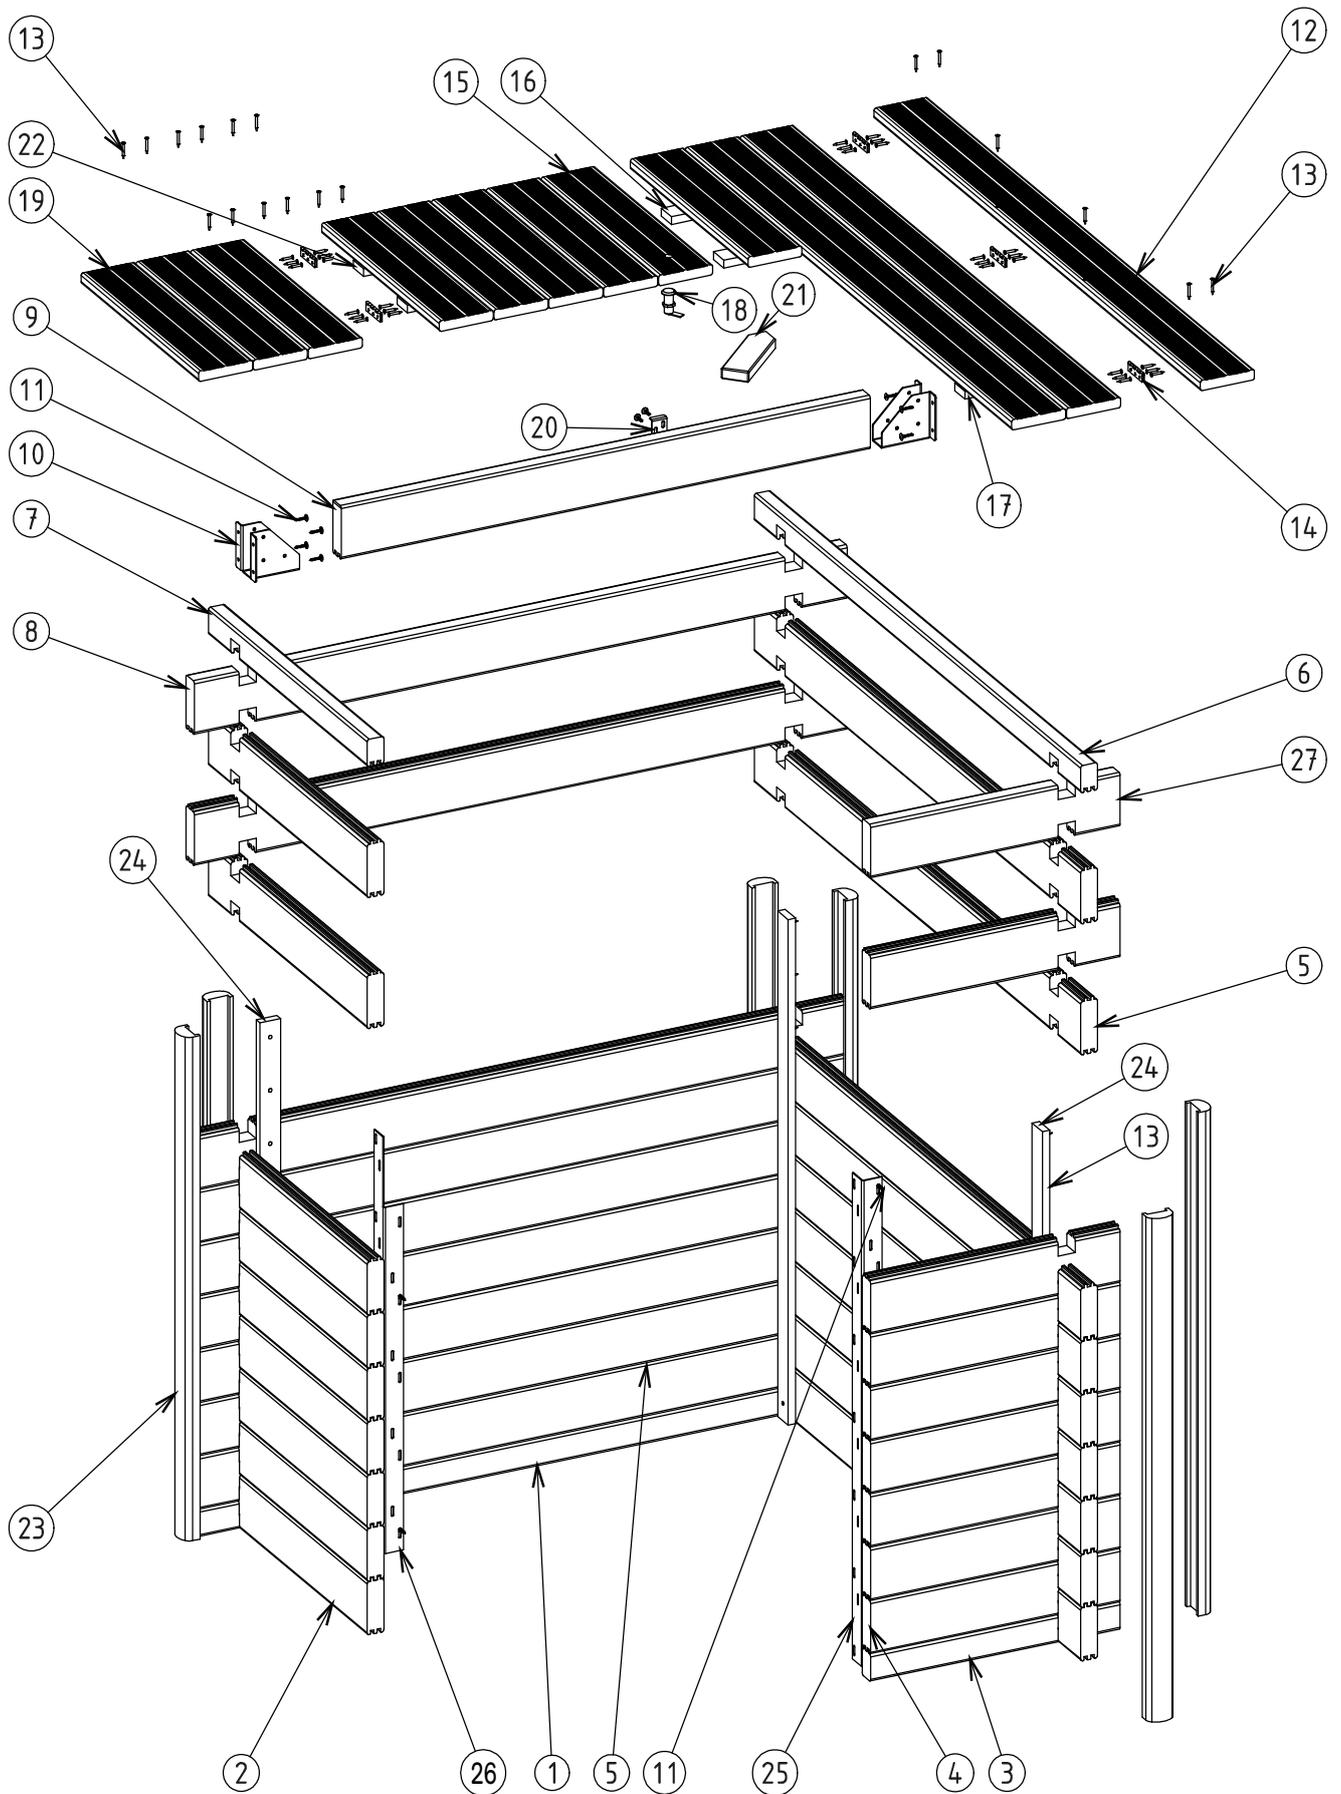
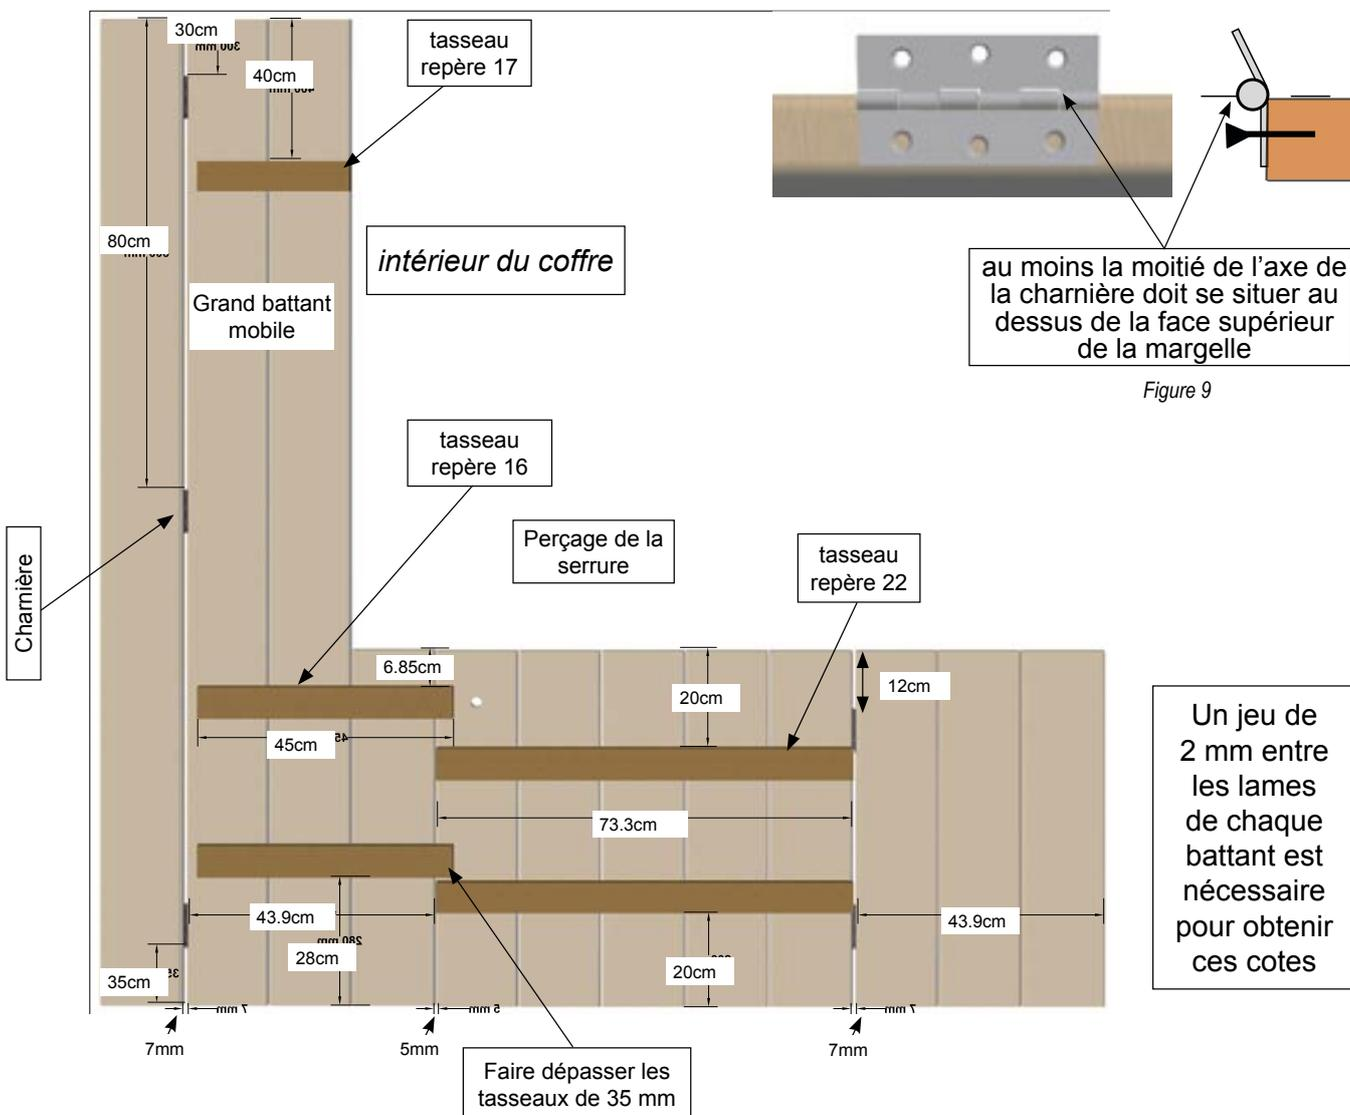

Figure 2
Figure 10 - Schéma d'assemblage des caillebotis
Fixer chaque équerre de maintien à l'intérieur et à ras de chacune des deux extrémités libres (voir figure 2) à l'aide des vis penture 6x30 (18 vis par équerre).
Fixer dans chacun des 3 angles verticaux intérieurs du coffre des tasseaux (repère 24 sur figure 2) de blocage. Utiliser 30 vis bois 5x40.
Visser chacun des 2 sabots de fixation (repère 10 sur figure 2) de la poutre de soutien (repère 9 sur figure 2) aux endroits suivants, à l'aide de 4 vis penture 6x30 par sabot :
1.4.5 Montage des profils de finition des extrémités de paroi (repère 23 sur figure 2)
Afin d'éviter ce désagrément, il convient de substituer cette pièce par celle livrée avec le coffre (n° 21 sur la figure 2), qui comporte une extrémité pointue.
1. A l'aide de 3 vis peinture 4x35 par charnière, visser 3 charnières sur la tranche d'une margelle de caillebotis de 1,75 m de longueur (repère 12 sur figure 2) aux cotes indiquées en figure 10 (pré-percer les trous au besoin avec une mèche à bois de 2 mm) et en suivant les consignes de la figure 9. Cette margelle viendra se fixer sur le haut de la paroi en bout de coffre (voir figure 4).
2. A l'aide de 3 vis peinture 4x35 par charnière, visser 2 charnières sur la tranche d'une margelle de caillebotis de 63 cm de longueur (repère 19 sur figure 2) aux cotes indiquées en figure 10.
1. Constituer le petit battant mobile à 5 margelles de 63 cm de long, en incluant la margelle qui comporte un perçage destiné au montage de la serrure (repère 15 figure 2): fixer les deux tasseaux de 73 cm de long (repère 22 sur figure 2) sous les margelles en respectant les cotes et le jeu de 2 mm entre margelles indiquées en figure 10.
- a. fixer les deux tasseaux de 45 cm de long (repère 16 sur figure 2) sous les 3 margelles en faisant dépasser les tasseaux de 3,5 cm du côté de la margelle de 63cm en respectant les cotes et le jeu de 2 mm entre margelles indiquées en figure 10 ;
4. Positionner sur le coffre le petit battant mobile en respectant les jeux mentionnés sur la figure 10.